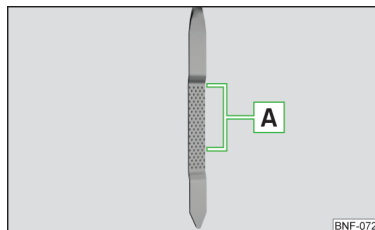

Fig. 141
El nivel de aceite tiene que situarse en la zona **A** » fig. 141. Si el nivel de aceite se encuentra por debajo de la zona **A** se debe rellenar aceite.
- El nivel de aceite no debe estar nunca fuera de la zona **A** » **fig. 141.** ¡De lo contrario existe riesgo de daños del motor, así como en el sistema de gases de escape!